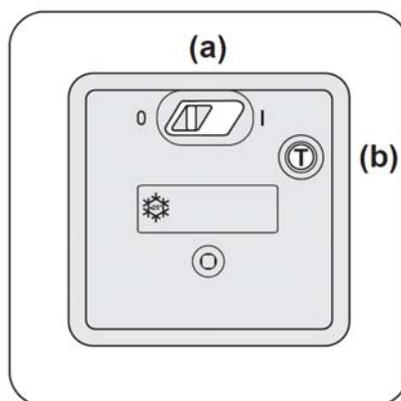

Bild 1
- Schalter ((a), Bild 1) auf Position I stellen.
- FI-Schutzschalter ((a), Bild 1) einschalten (Position **I**).
- Testtaste **T** drücken ((b), Bild 1).